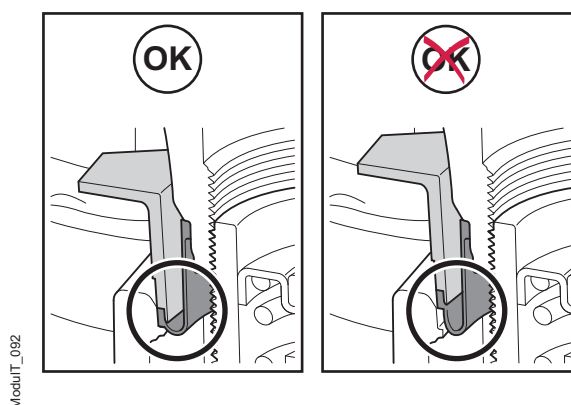

Figura 47. Colocación correcta (OK)/incorrecta del guardapolvos del tornillo de ajuste
14. Retire la herramienta especial. Compruebe que el guardapolvos esté bien colocado en todo el contorno dentro de la pinza, véase la figura 47.